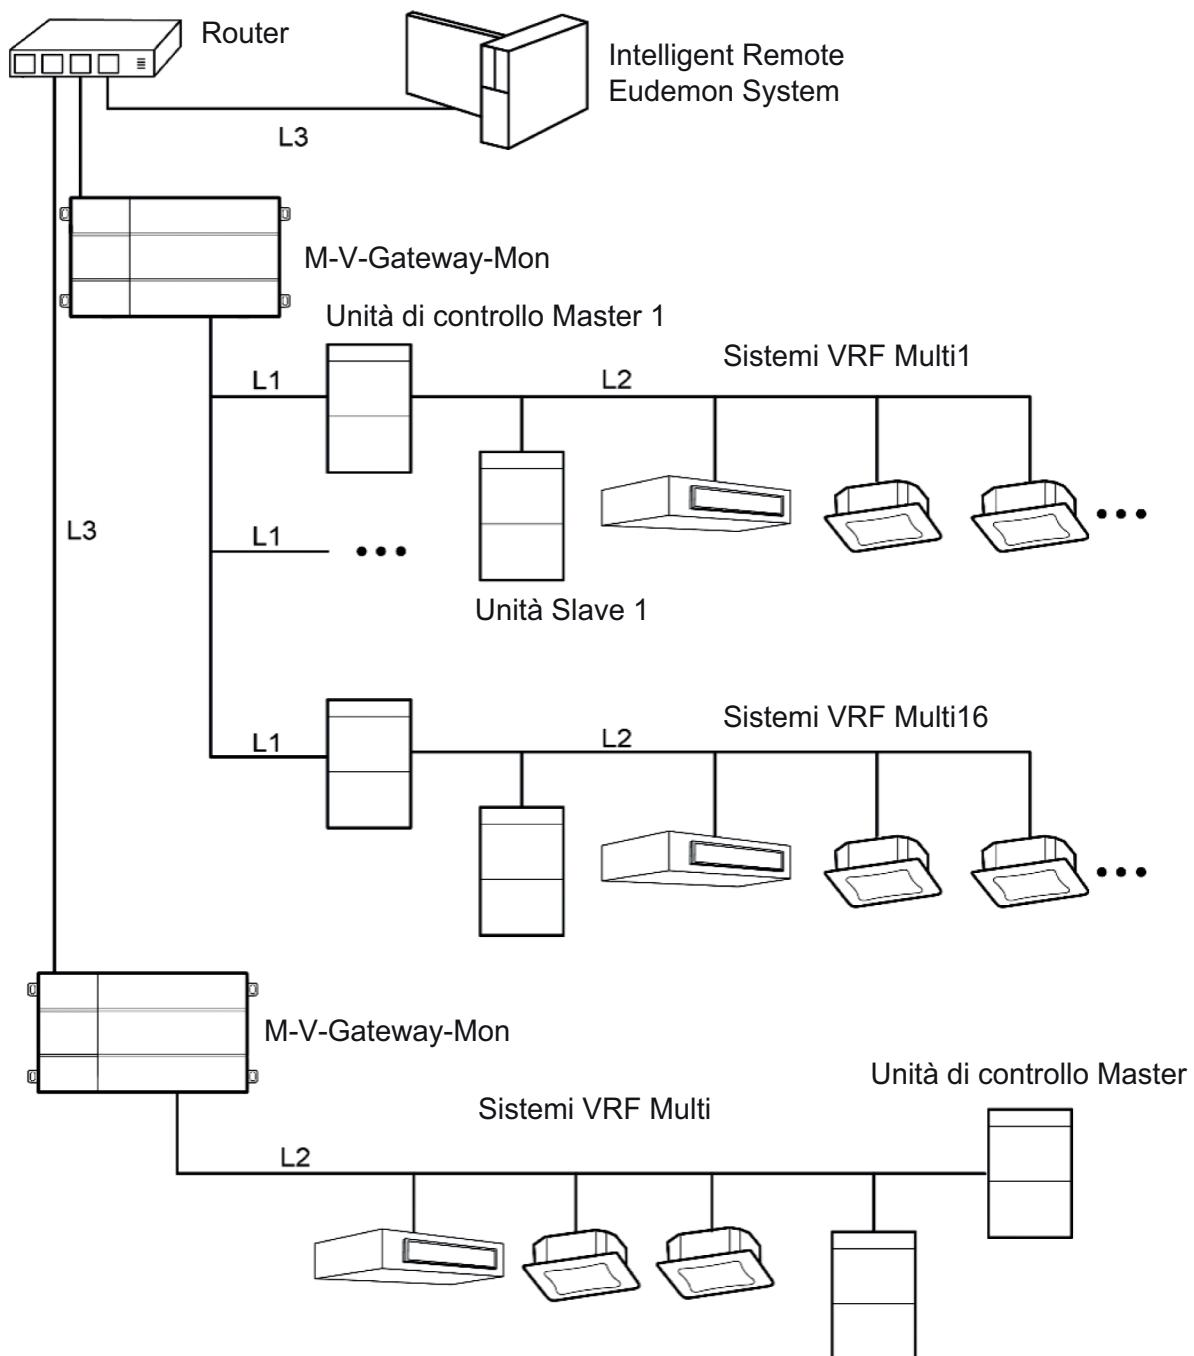

Fig. 6.1 Topologia di rete
**Rete Bus CAN2:** L1 mostrato in Fig. 6.1 è il bus CAN2, che consiste nel Controller e nell'Unità Esterna dell'impianto; una rete CAN2 può collegare fino a 16 sets di Unità Esterne e 255 sets di Unità Interne. Se la quantità di Unità Esterne è maggiore di 16 oppure la quantità di Unità Interne è maggiore di 255, è necessaria la divisione in 2 reti CAN2.
**Rete CAN1:** L2 mostrato in Fig. 6.1 è il Bus CAN1, che consiste nella rete e in tutte le Unità Esterne ed Esterne del sistema; una rete CAN1 può collegare al massimo 80 sets di Unità Interne.
**Tabella di rete:** L3 mostrato in Fig. 6.1 è il cavo generale di rete; il Controller può essere collegato a Intelligent Remote Eudemon tramite il cavo di rete.
**Nota:** L3 in Fig. 6.1 è un cavo di rete standard, L1 e L2 sono doppini intrecciati.